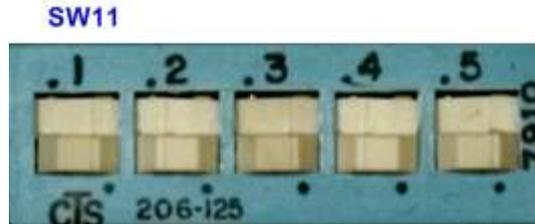

図 2-1: ZC706 では SW11 を”00000”として JTAG からの PS コンフィグレーションに設定
- (a-1) 図 2-1 に示すように、SW11 を”0000”として JTAG からの PS コンフィグレーション・モードとします